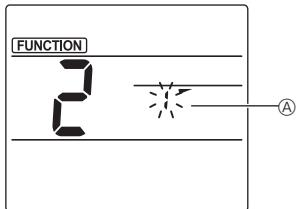

Fig. 3-2
- ③ Het waaiernummer selecteren (Fig. 3-2)